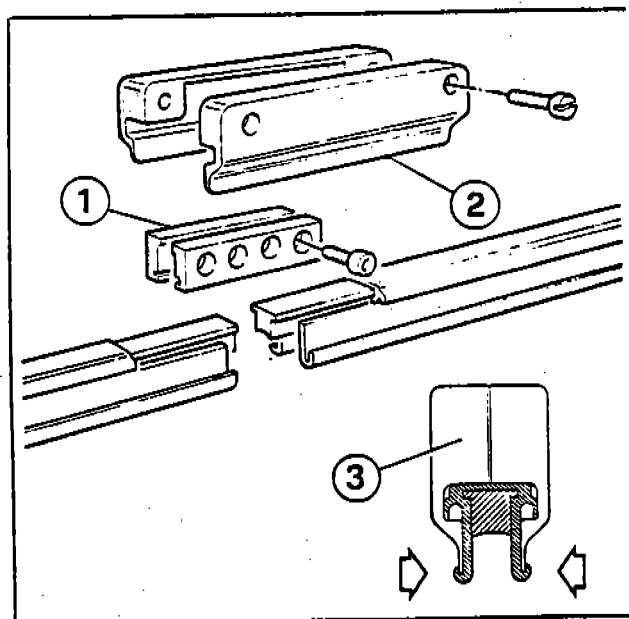

Fig. 26
! Insert the edge of the insulating cover (2-Fig. 26) into the catch on the insulating protection edge, to insure the proper spacing of the internal channel (3-Fig. 26).
c) Collegare tra loro i settori conduttura elettrica tramite il morsetto (1-Fig. 26) e coprire il morsetto con protezione isolante (2-Fig. 26).
! Inserire lo spigolo protezione (2-Fig. 26) nel bordino isolamento sbarra (3-Fig. 26). Evitando così il disallineamento dell'isolamento sbarra nella giuntura.